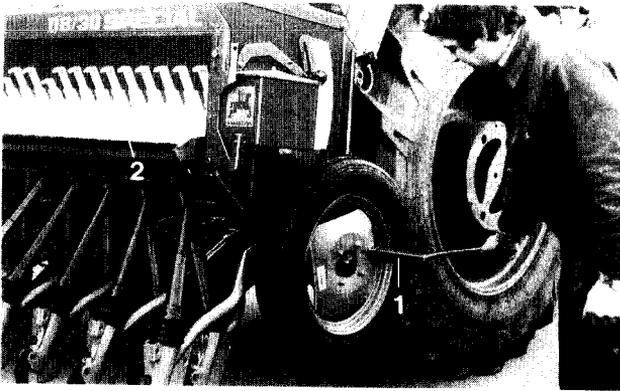

Fig. 24
--- Sämaschine mit dem Schlepper so weit anheben, bis die Räder sich frei drehen können ( Fig. 24).
--- Abdrehkurbel (Fig. 24/1) in das am rechten Rad befindliche quadratische Rohr stecken und rechts herum drehen, bis Saatgut aus allen Sägehäusen (Fig. 24/2) in die Abdrehtmulden fällt.